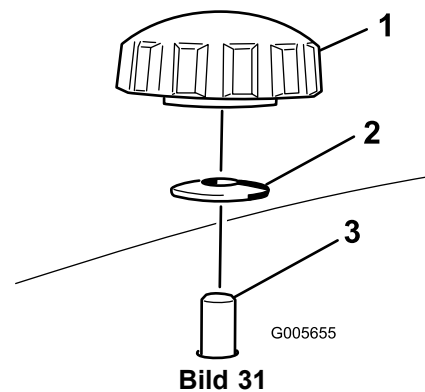
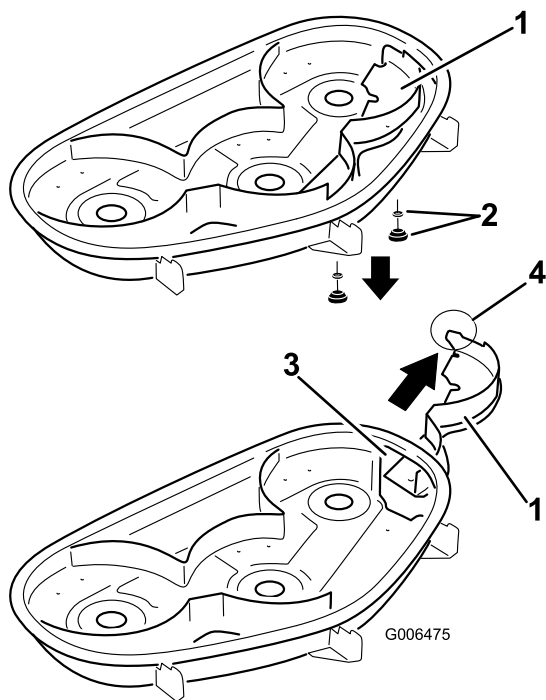

Bild 31
Bild 32
4. Nehmen Sie die beiden Handräder und die Wellenscheiben ab, mit denen das rechte Ablenkblech am Mähwerk befestigt ist, wie in Bild 31 dargestellt.
5. Nehmen Sie das rechte Ablenkblech ab und senken Sie das Grasablenkblech über der Auswurfkanalöffnung ab, wie in Bild 32 und Bild 31 dargestellt.
- Schieben Sie das rechte Ablenkblech in das Mähwerk und befestigen Sie es mit zwei Handrädern und Wellenscheiben (kappenförmige Seite zum Mähwerk), wie in Bild 31 und Bild 32 dargestellt.